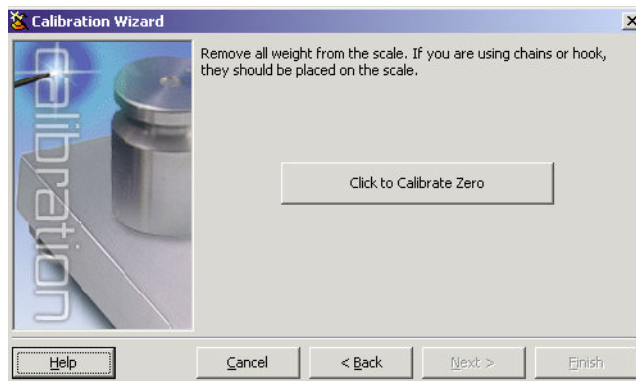

Figura 4-6. Pantalla de calibración de cero del iRev
4. Remover todo peso de la báscula. Si utilizan ganchos o cadenas, colocarlos en la báscula. Hacer clic en el botón *Calibrate Zero* [Calibrar el cero] para ejecutar la calibración del cero (ver la Figura 4-6). Al finalizar el proceso, aparece un cuadro de mensaje.